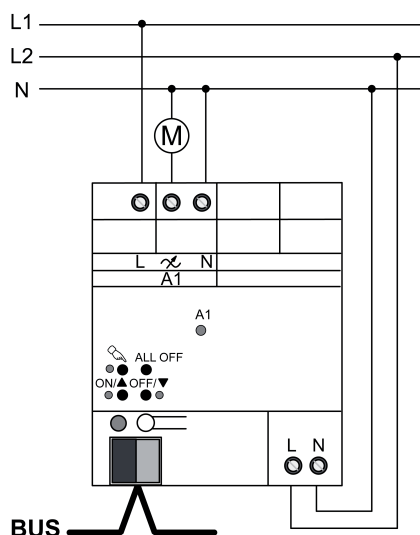

Рисунок 6: 1-составный исполнительный элемент управления – подключение для работы в качестве устройства регулирования числа оборотов
- Подключите прибор, как показано на примере (рисунок 6).